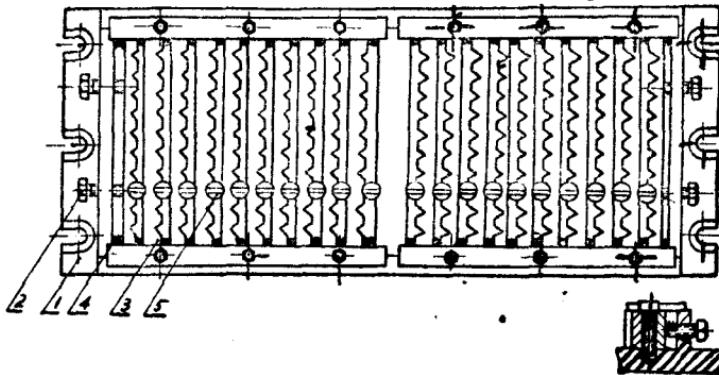
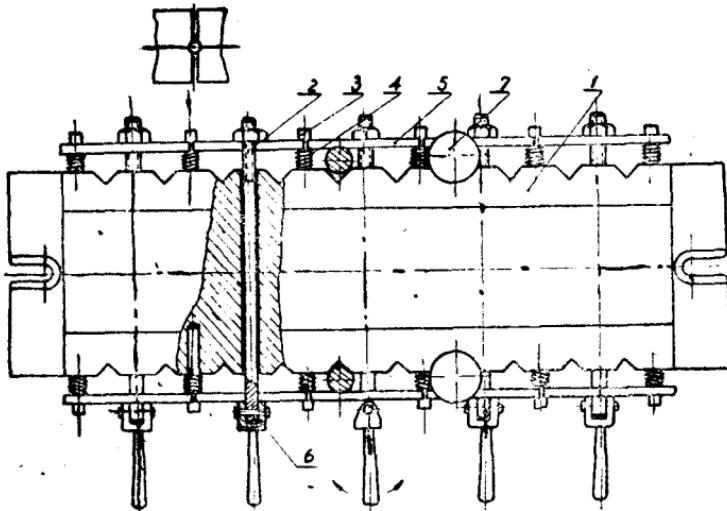
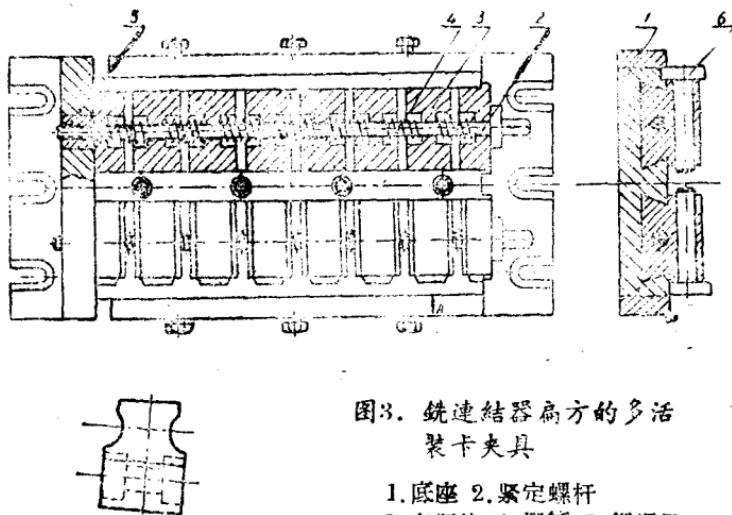

图1. 螺钉割口多活装卡夹具
图2. 铣连杆螺钉扁头的多活装卡夹具
图3. 铣連接器扁方的多活裝卡夾具
在提高劳动生产率上，比较显著的要算多活装卡夹具的使用。如图1所示，这种夹具效率提高了96倍多；图2和图3的两种夹具效率也提高20倍以上。这里所介绍的这三种夹具，其加工对象虽都属于螺钉割口或铣扁方，但对于其他工件也可以按所介绍的结构原理，结合具体情况加以改变采用。下面分别介绍一下这三种夹具的结构和使用情况：
1、铣螺钉割口的多活装卡夹具（图1）：
2、铣连杆螺钉扁头的多活装卡夹具（图2）：
3、铣连接器扁方的多活装卡夹具（图3）：